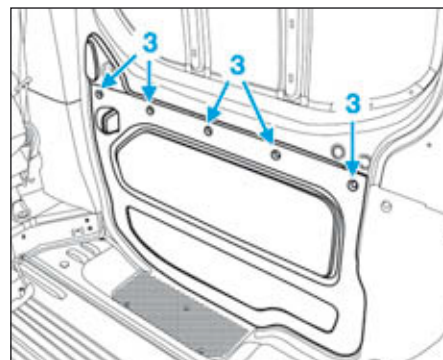

FIG.39
- Déclipper les agrafes (3) (Fig.39).
- les agrafes (3) (Fig.39),